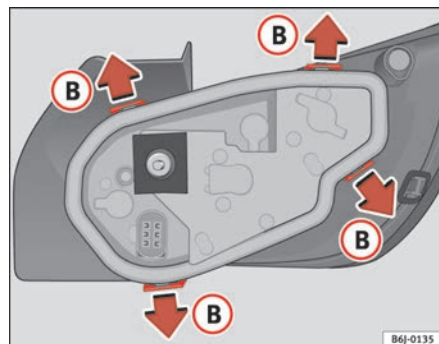

Fig. 157 Cambio lámparas luces posteriores
- Retire el portalámparas, separándolo de la carcasa. Presione para ello las pestañas (B) en el sentido de las flechas ⇒ fig. 157.